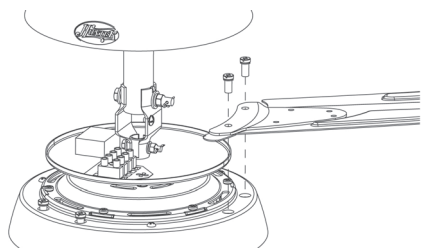

Figura 5a
3. Para cada paleta, introduzca un tornillo de montaje a través del soporte de paleta y fíjelo ligeramente a la parte superior del alojamiento del ventilador. Introduzca el segundo tornillo de montaje de la paleta y luego apriete firmemente ambos tornillos de montaje. Vea la Figura 5a.